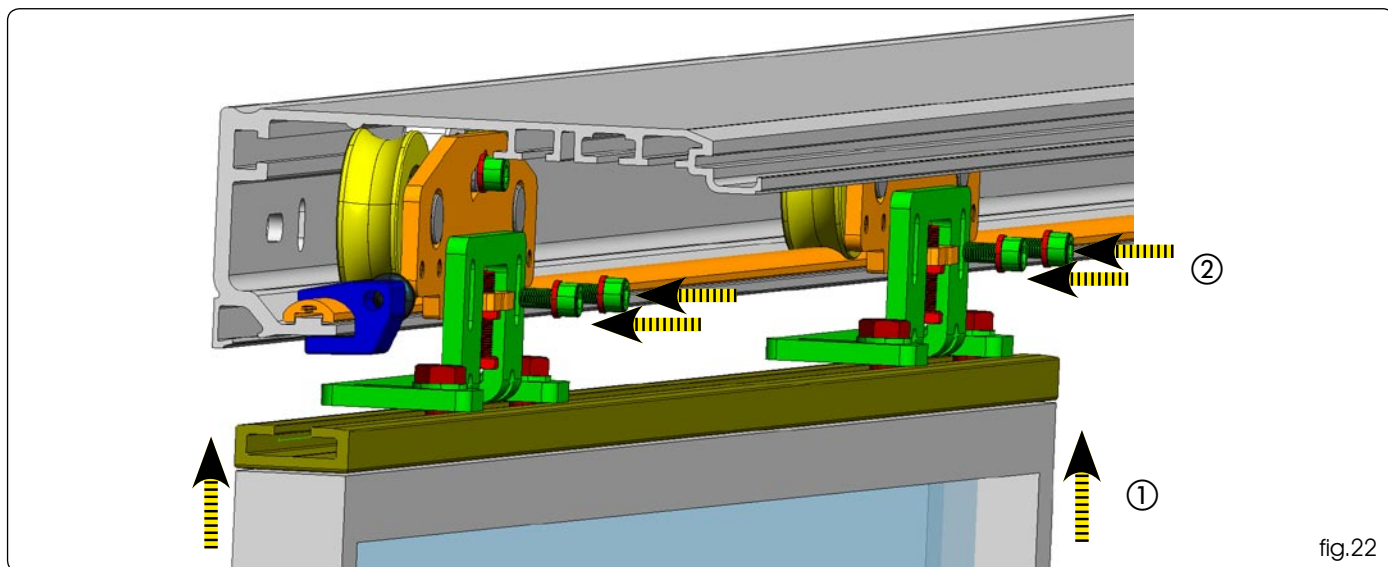

fig.22
sollevare l'assemblato anta - piastra inferiore carrello all' altezza della piastra superiore carrello . fig 22 rif.①
Fissare le 2 parti del carrello tramite le 2 viti M6. fig 22 rif. ②